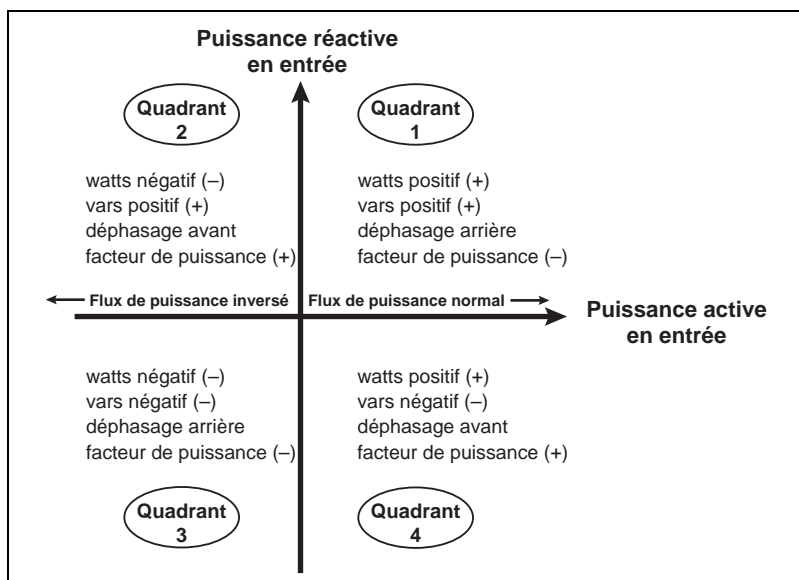

Figure 4–7 : Énergie réactive accumulée dans quatre quadrants
- **Mesures de l'énergie accumulée réactive à quatre quadrants.** Le Circuit Monitor accumule l'énergie réactive (kVARh) dans quatre quadrants présentés sur la Figure 4–7. Les registres fonctionnent en mode sans signe (absolu) dans lequel le Circuit Monitor accumule l'énergie positivement.